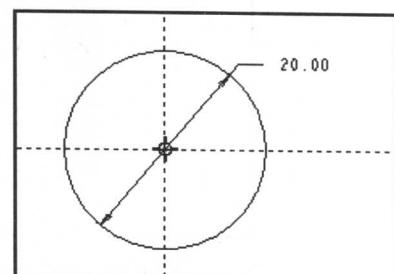

图 1-8 绘制的草图 1
(8) 在“草绘”工具栏中选择“圆”**O**工具绘制一个圆，然后将其直径设置为 20mm，如图 1-8 所示。单击“确定”按钮 \checkmark ，完成草图 1。